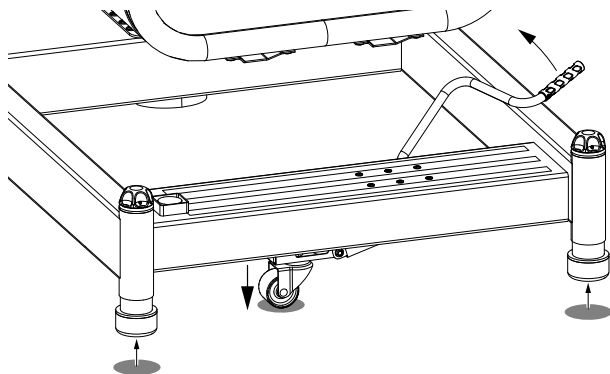

Figura 3-19. FT70 — erga a alavanca para estender o rodízio articulado
1. Levante a alavanca para engatar o rodízio articulado. (Consulte Figura 3-19.).